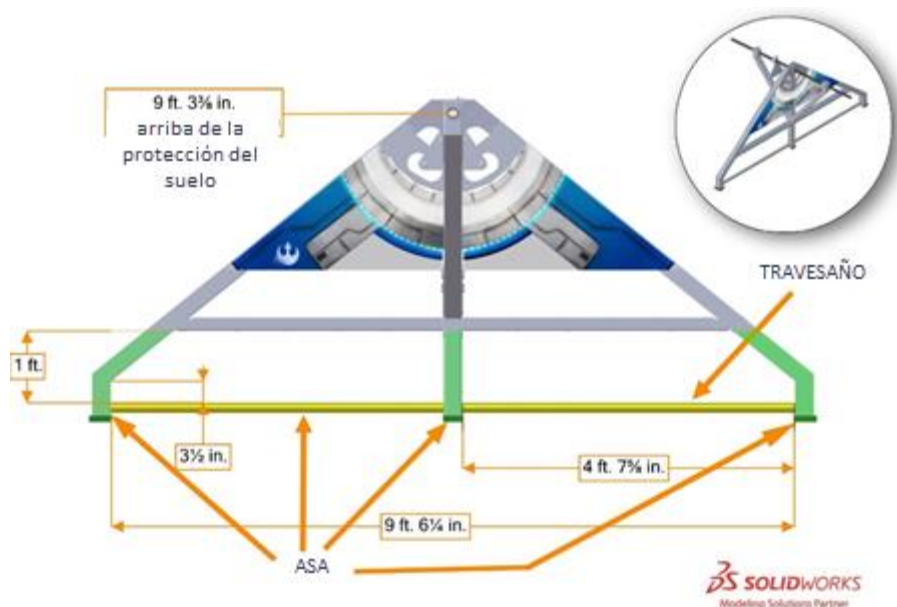

Figura 3-8 INTERRUPTOR DEL GENERADOR
Cada GENERADOR DE BLINDAJE tiene un (1) INTERRUPTOR DEL GENERADOR para cada ALIANZA. El INTERRUPTOR DEL GENERADOR es un ensamblaje de 7 ft. 6 in. (~229 cm) de ancho, 10 ft. 1 1/2 in. (~309 cm) de profundidad, y 4 ft. 6 in. (~137 cm) de altura que gira en la parte superior del GENERADOR DE BLINDAJE. Cada INTERRUPTOR DEL GENERADOR tiene una ASA. La ASA es una estructura formada por un TRAVESAÑO y la estructura de apoyo debajo de la viga horizontal del INTERRUPTOR DEL GENERADOR. Un TRAVESAÑO es un tubo de aluminio de clase 40 tamaño 1 1/4 in. (diámetro externo de 1.66 in. (~4 cm)) con dos (2) secciones expuestas de 4 ft. 7 5/8 in. (~141 cm) de largo. El espacio arriba del TRAVESAÑO varía de un mínimo de 3 1/2 in. (~9 cm) a un máximo de 12 in. (~30 cm). Por seguridad, los bordes más bajos del ASA se encuentran forrados con espuma. El ASA (en verde y amarillo) y el TRAVESAÑO (amarillo) se destacan en la Figura 3-8 para más claridad.